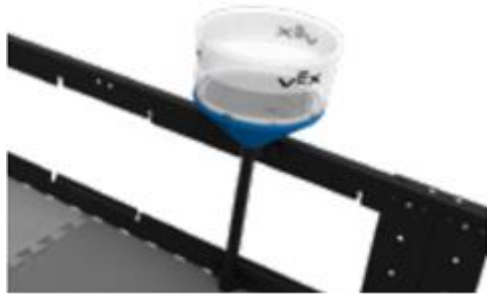

图6 蓝色联队杯的特写
**联队杯**—专属于某一联队的彩色锥座（红、蓝各一）高脚杯，共2尊，见图6。对联队杯的使用限制，见 6.5.3.14及6.5.3.16。